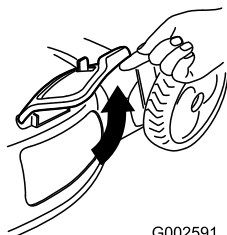

Bild 30
- Öffnen Sie die Seitenauswurfklappe (Bild 30).